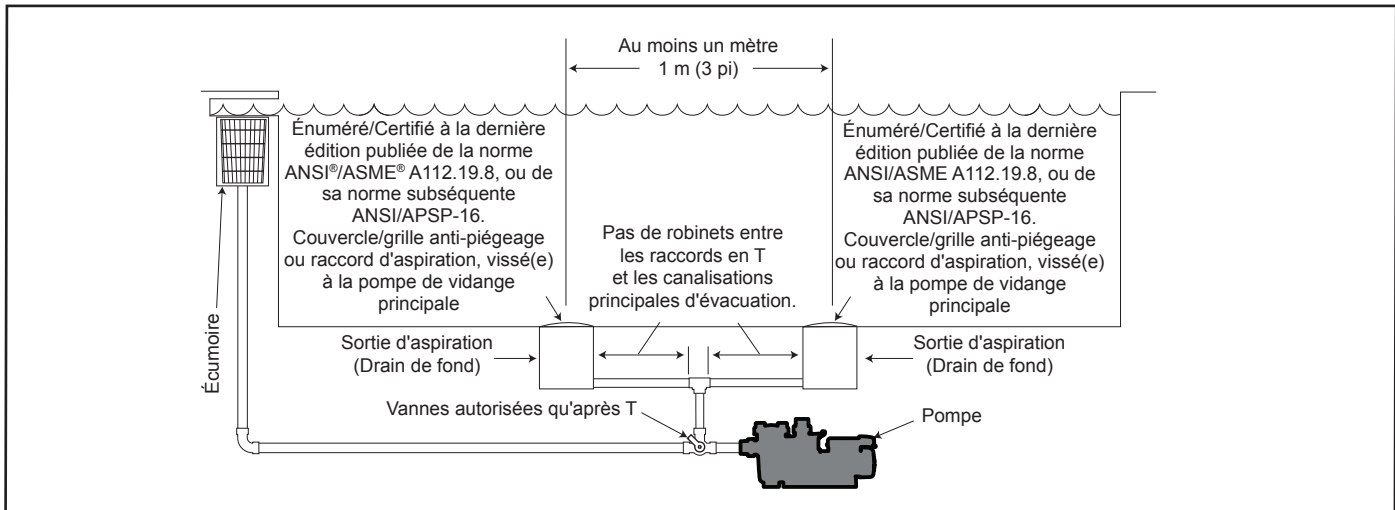

Figure 1. Plomberie adéquate pour aspiration de la pompe
**Nombre de prises d'aspiration par pompe** : fournir aux moins deux (2) prises d'aspiration hydrauliquement équilibrées avec les couvercles, comme prises d'aspiration pour chaque conduite d'aspiration de pompe. Les centres des prises d'aspiration sur n'importe quelle conduite d'aspiration doivent être à au moins 90 cm (3 pi) de distance, centre à centre. Reportez-vous à la Figure 1.
Le système **doit** être construit pour inclure au moins deux (2) prises d'aspiration (drains) raccordées à la pompe lorsqu'elle fonctionne. Cependant, si deux (2) prises d'aspiration deviennent une seule conduite d'aspiration, celle-ci peut être dotée d'une valve qui arrête les deux prises d'aspiration de la pompe. Le système sera construit de manière à ne pas permettre un verrouillage séparé ou indépendant, ni l'isolation de chaque drain. Reportez-vous à la Figure 1.